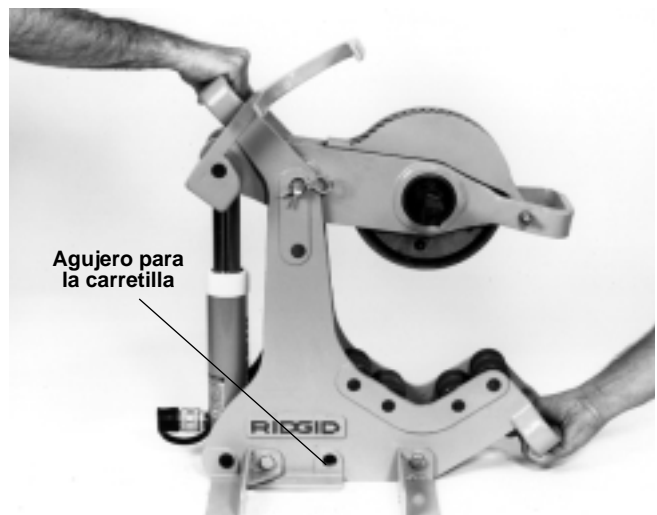

Figura 14 – Asideros para el transporte
- 1. Los modelos 258 y 258XL cuentan con asideros en la parte superior trasera y en la inferior delantera del bastidor para su transporte (Figura 14). No use el mango del brazo de pivote para transportar el aparato porque se puede dañar el cilindro hidráulico.
Con el fin de facilitar el transporte del aparato, se encuentra disponible como accesorio una carretilla de dos ruedas. Esta carretilla para el transporte (vea el Catálogo RIDGID para pedidos) sirve tanto para el Modelo 258 (2½ a 8 pulg.) como para el 258XL (8 a 12 pulg.). El Cortatubos se monta fácilmente a la carretilla empleando una abrazadera en forma de “J” en el asidero superior del bastidor del aparato y una clavija de sujeción insertada en el agujero correspondiente en el bastidor (Figura 14).